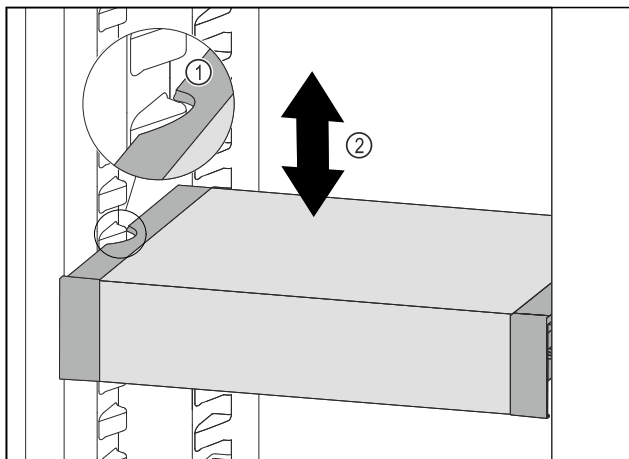

Fig. 52
- ▶ Predal VarioSafe povlecite v smeri naprej, dokler nista stranska izreza predala VarioSafe na višini nastavka za posodo v hladilniku. Fig. 52 (1)
- ▶ Predal VarioSafe premikajte v hladilniku gor ali dol, dokler ne dosežete želene višini. Fig. 52 (2)